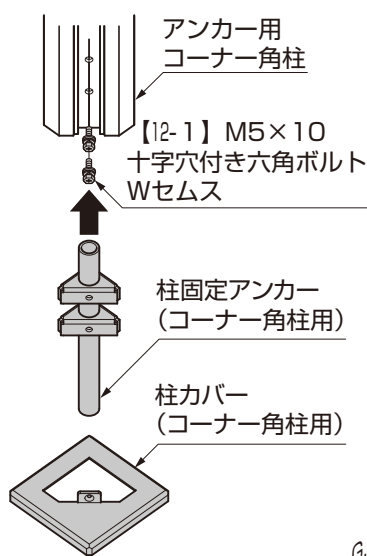

図4-3
- ① アンカー用コーナー角柱に柱固定アンカー（コーナー角柱用）を差込み、【12-1】で取付け、柱カバー（コーナー角柱用）を柱に通してください。（図4-3 参照）